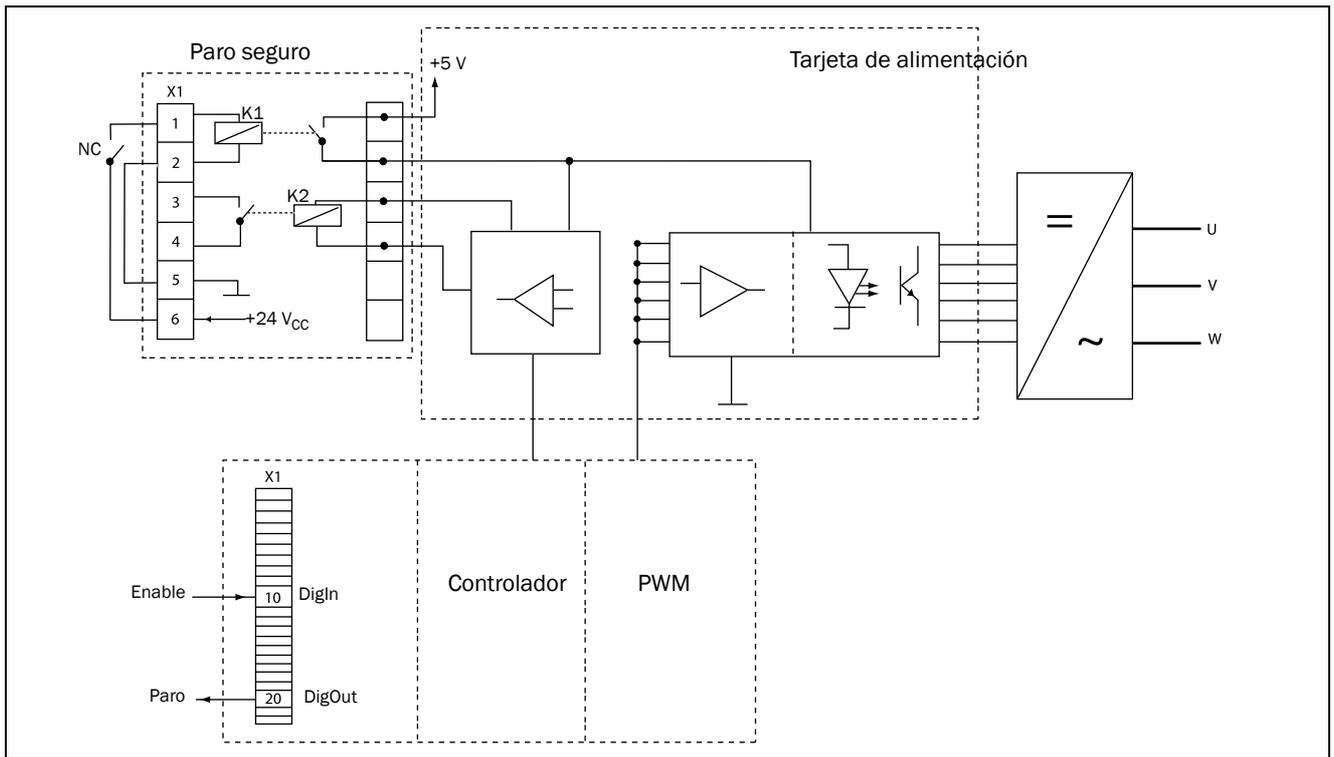

Fig. 59 Conexión Safe Stop
- Entrada «Inhibit», terminales 1 (CC+) y 2 (CC-) de la tarjeta opcional de paro seguro. Esta entrada se activa conectando 24 V_{CC} para garantizar que los circuitos de mando de los conductores de alimentación reciben la tensión de alimentación a través del relé de seguridad K1. Consulte también Fig. 59.
- Señal alta de la entrada digital (por ejemplo, terminal 10 de la Fig. 59), que se establece en «Enable». Para configurar la entrada digital consulte las instrucciones del software.
Para supervisar la función "Enable" se puede utilizar la opción «MARCHA» de una salida digital. Para configurar la salida digital, p. ej., el terminal 20 del ejemplo de la Fig. 59, consulte las instrucciones del software.